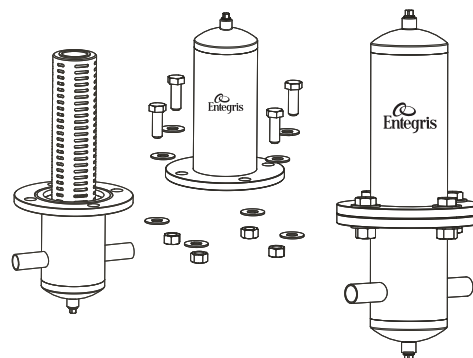

図 9.
1. ハウジングの上部を閉じ、適切なサイズのレンチを使ってフランジボルト、ナット、ワッシャーを推奨トルク (表 1 参照) で締め付けます (図 9)。